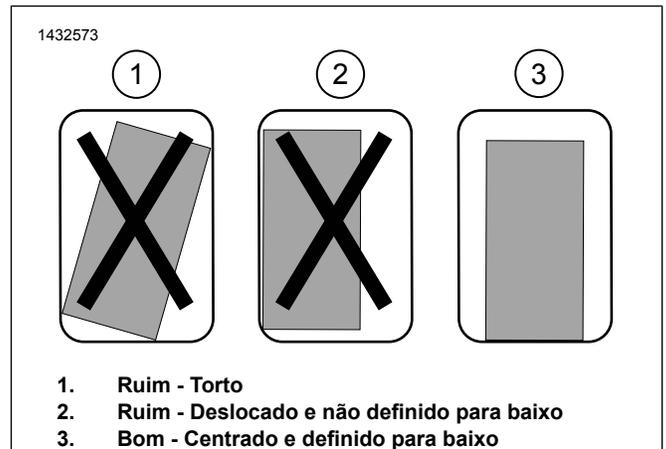

Figura 11. Instalação do suporte de montagem
- a. Figura 11 Teste o ajuste do suporte de montagem. O suporte deve estar reto, centralizado e o mais próximo possível do fundo do alforje.
- c. Figura 11 Teste o ajuste do local final garantindo que o suporte fique reto, centralizado e o mais próximo possível do fundo do alforje.